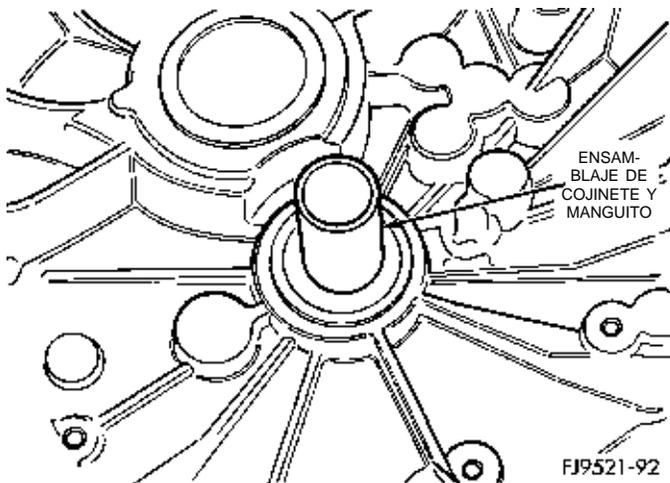

Fig. 130 Cojinete impulsor instalado
(3) Mediante el separador herramienta N° 4894 y una prensa de taller, instale el cojinete impulsor en el hueco hasta que asiente completamente (Fig. 130).